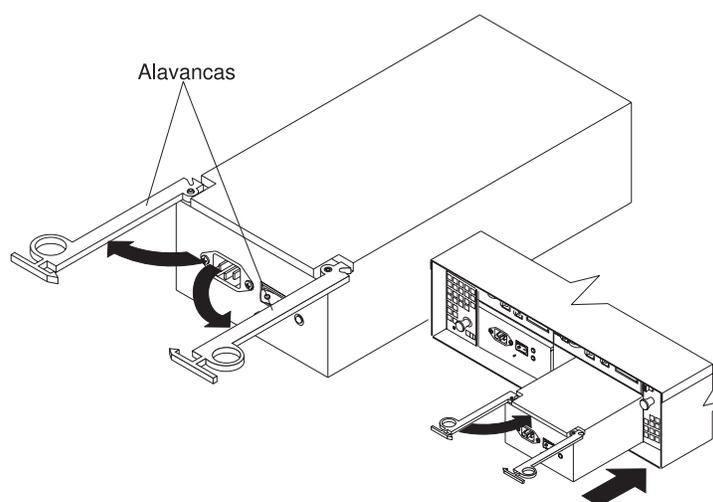

Figura 12. Substituindo uma CRU da Fonte de Alimentação
1. Deslize uma fonte de alimentação na unidade de expansão. Certifique-se de que as alavancas sejam puxadas para fora, de maneira correta, a medida que você as for deslizando, conforme mostrado na Figura 12.